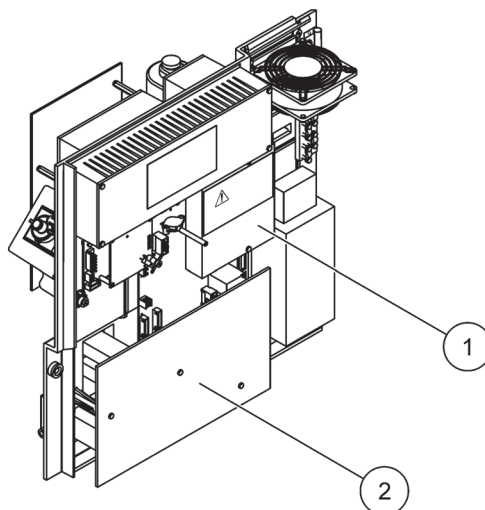

Figura 14 Remover as tampas de proteção
Consulte **Figura 14** para obter instruções sobre como remover a tampa de proteção.
3. Remova os dois parafusos da tampa de proteção e remova a tampa (item 1, Figura 14 na página 25).
6. Remova os três parafusos que prendem a tampa do painel inferior (item 2, Figura 14 na página 25). Remova o painel.
3. Remova a tampa de proteção (Figura 14 na página 25).